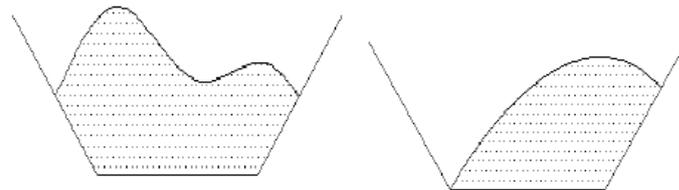

图3 皮带受料不均和皮带受料点偏移示意图
①如果输送带的受料点存在偏移导致受量不均, 或者在皮带的一侧存在较大物料, 这就会导致皮带两侧受力存在偏差, 从而导致皮带跑偏。如图3所示;
②转接点处落料异常。转接点主要是指多条输送带